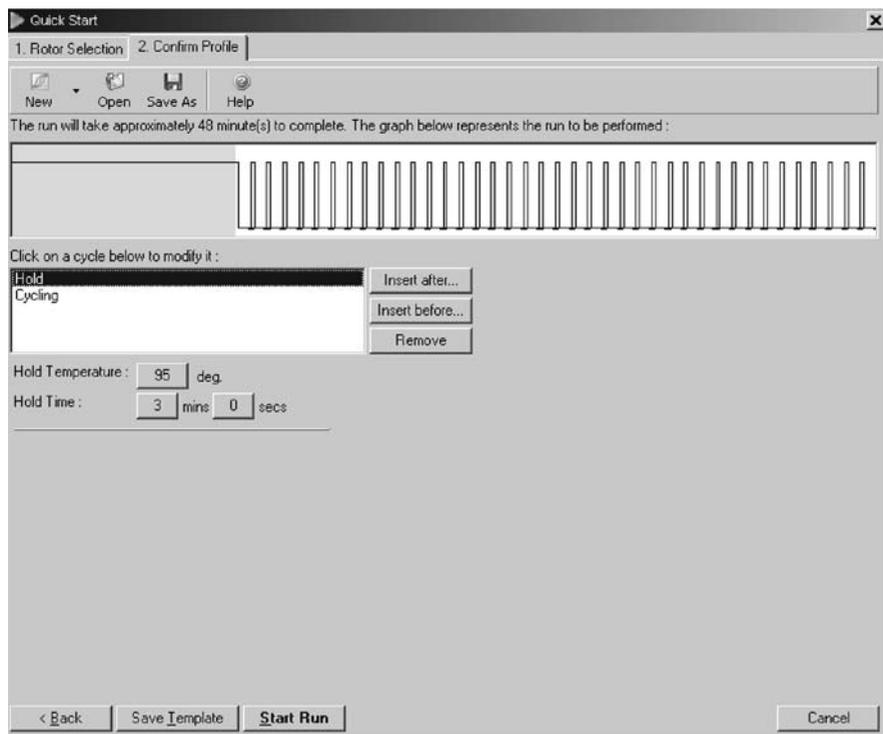

図 1. PCR 初期活性化
5. **Rotor-Gene**サイクラーを表2（4ページ）および図1と2（5、6ページ）に従ってプログラムする。